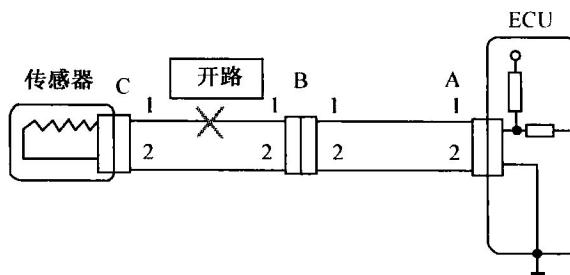

图2-1-1 线路断路检查
如果图2-1-1所示的配线有断路故障，可用“检查导通”或“检查电压”的方法来确定断路的部位。
1) 脱开连接器B和C，测量它们之间的电阻值（如图2-1-1所示）。若连接器A端子1与连接器C端子1之间的电阻值为 $\infty$ ，则它们之间不导通（断路）；若连接器A端子2与连接器C端子2之间的电阻值为 $0\ \Omega$ ，则它们之间导通（无断路）。